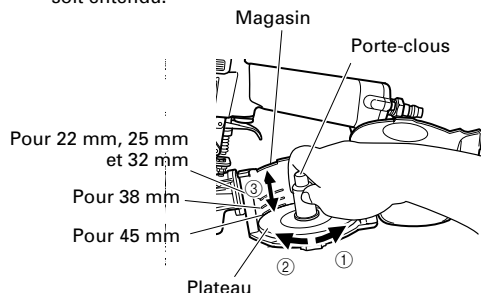

Fig. 2
- (2) Ajuster la position du porte-clous en fonction de la longueur des clous. (Fig. 2)